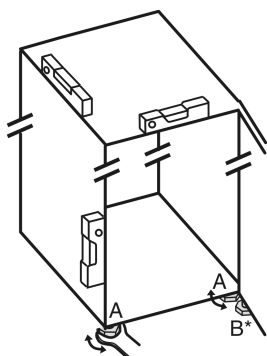

Fig. 45
- Nastavljive noge Fig. 45 (A) odvijajte s priloženim ključem z odprtim koncem in vodilom, dokler naprava ni trdno poravnana in vodoravna.
- Nastavljivo nogo Fig. 45 (B) na ležajnem podstavku spodaj odvijajte s priloženim ključem z odprtim koncem, dokler ne stoji trdno na tleh.
- Nastavljivo nogo Fig. 45 (B) obrnite še za največ 90°, da preprečite poškodbe vrat.